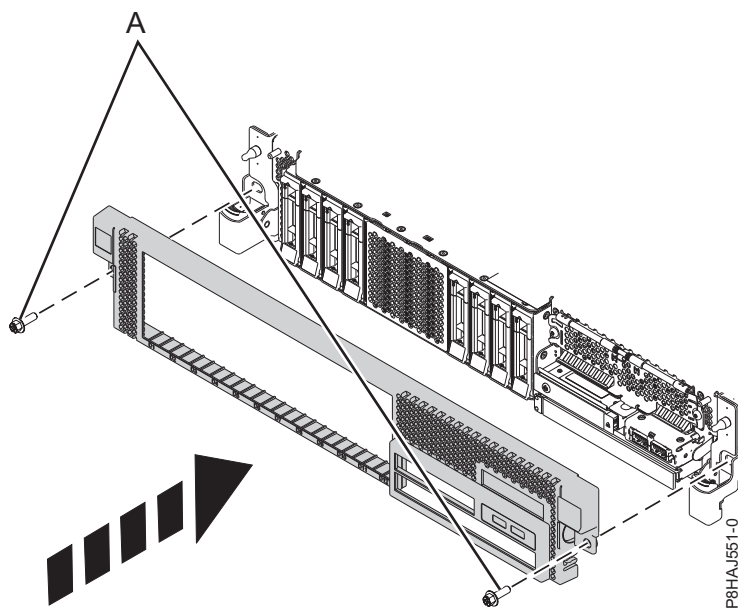

Figure 14. Installation du capot avant
- Appuyez sur les loquets dans le sens indiqué dans la figure 14, à la page 34. Le capot avant se met en place ; il est doté d'un renforcement permettant de le tenir plus facilement.
- Remettez en place les vis de transport (A).